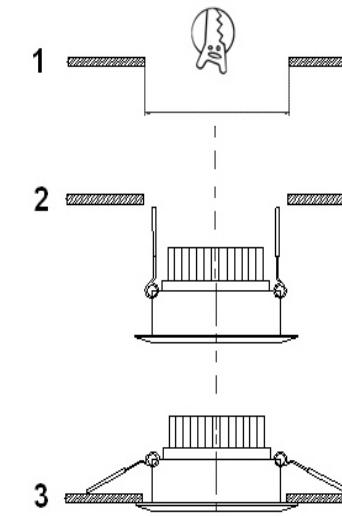

Рис.1. Установка светильника
- b) Подготовьте проем (вырез) в монтажной поверхности под установку светильника – 1 (Рис.1).
- e) Установите светильник в подготовленный проем, предварительно прижав вверх к корпусу фиксирующие клипсы – 2 (Рис.1). Не допускайте пережатия питающих проводов;
- f) Убедитесь, что светильник надежно удерживается в проеме – 3 (Рис.1);
5. Подключение и установка светильника (Рис. 1)